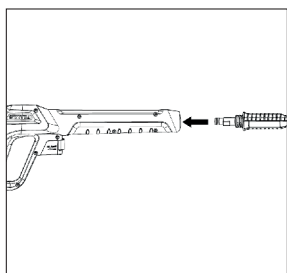

Рис. 4
3. Установите распылитель. Вставьте распылительную насадку в пистолет и вращайте ее до фиксации. Рис. 4